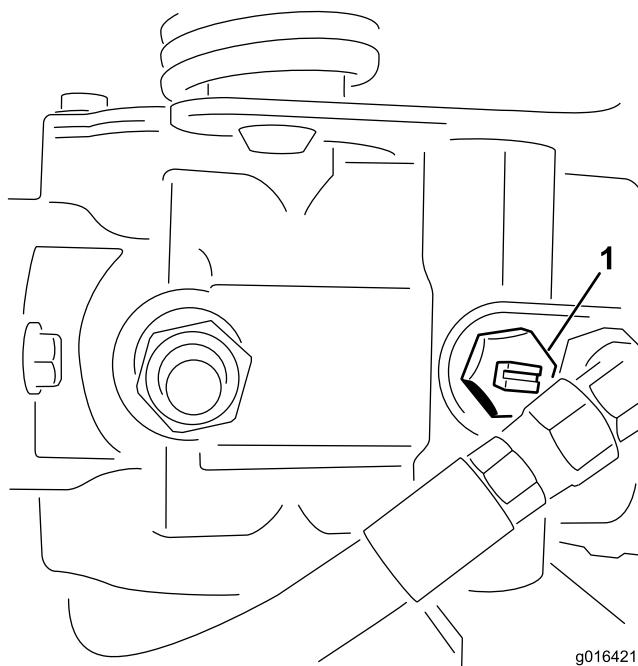

Figura 32
- Localice la válvula de desvío en la bomba y gírela hasta que la ranura esté en posición vertical (Figura 32).
2. Antes de arrancar el motor, cierre la válvula de desvío girándola hasta que la ranura esté horizontal (Figura 32).